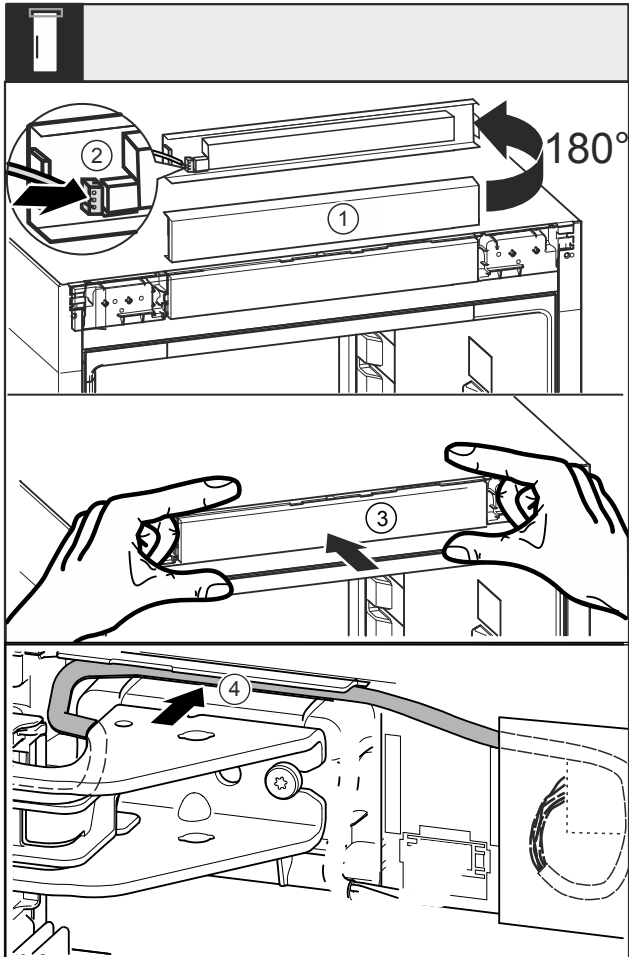

Fig. 32
- Rrotulloni panelin mbulues Fig. 32 (1) me 180° për lart.
- Mbërtheni spinën Fig. 32 (2) në panelin mbulues të komandimit.
- Mbërtheni sërish në pajisje panelin mbulues Fig. 32 (3).
- Shtroni me kujdes kabllon në udhëzuesin Fig. 32 (4) mbi bazamentin mbështetës lart.